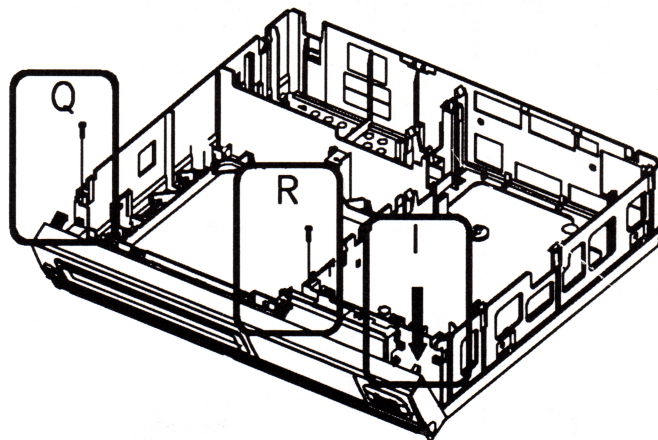

Fig. 3
- De schroeven O, R en I (alleen bij VR70.) eruitschroeven (zie afb. 3).
- Na ontgrendeling van de drie klikhaakjes (zie afb. 3) kan het voorpaneel naar voren worden geklapt en erafhalen.